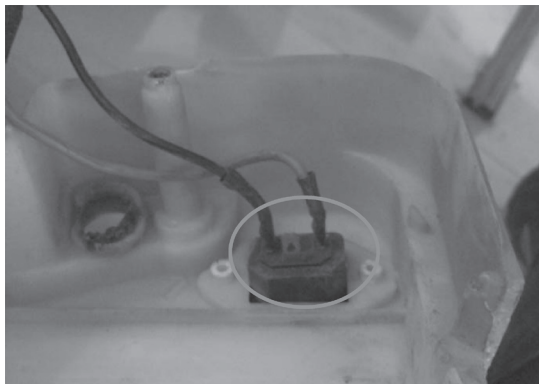

图 4-18 检查插座输出电压
2) 仔细检测发现新换的插座输出电压极性相反，如图 4-18 所示。